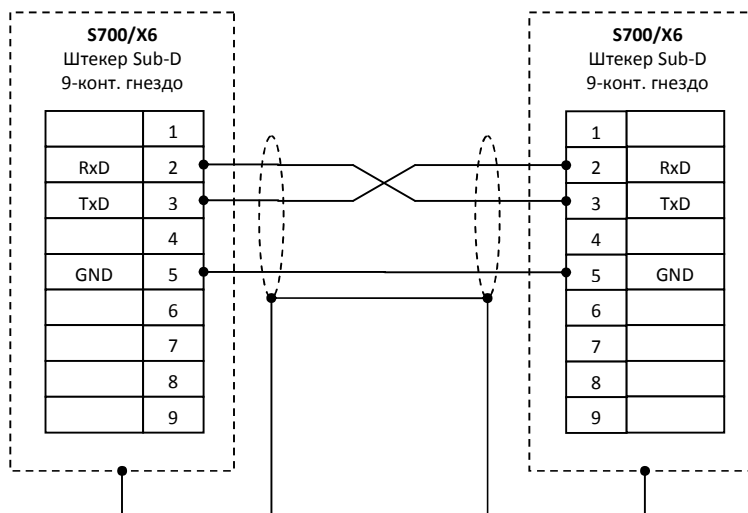

Рисунок 1 – Распайка кабеля RS232
- кабель связи RS232, распаянный в соответствии со схемой (рис. 1);
- 3.1 При отключенных питающих напряжениях соедините разъём «Х6» привода с COM-портом ПК через RS232-кабель, распаянный в соответствии с рис. 1.